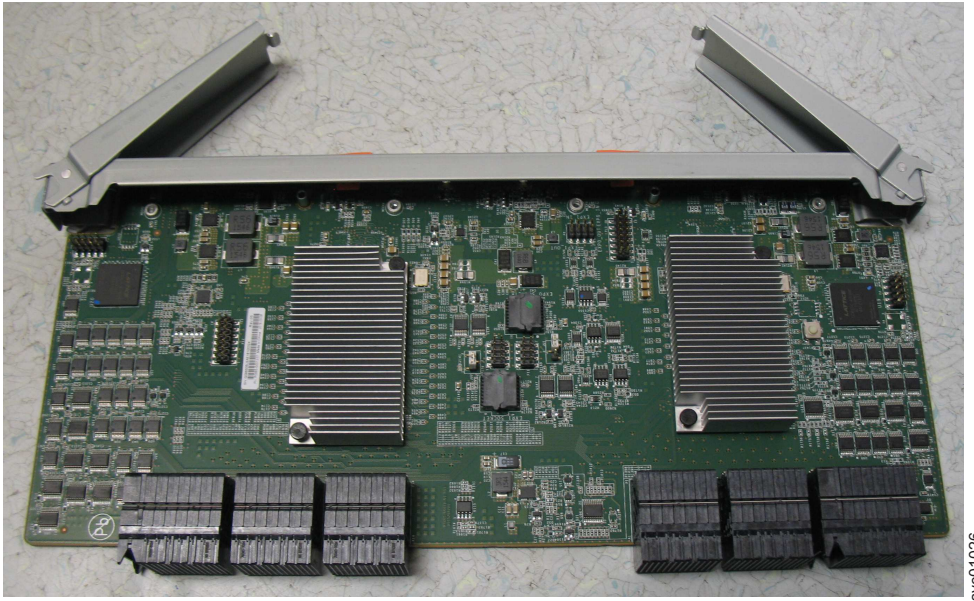

Figure 88. Ouvrez les poignées du module d'extension secondaire
3. Faites pivoter les deux poignées du nouveau module d'extension secondaire vers une position ouverte, comme indiqué dans la figure 88.